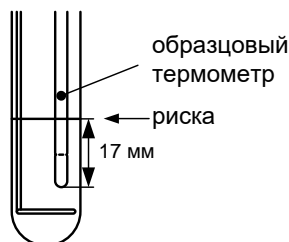

Рисунок 18 - Контроль глубины установки образцового термометра
- 2) установить в пробирку образцовый термометр таким образом, чтобы его чувствительная часть находилась в центре пробы; при использовании LTA-M рекомендуется погрузить кончик измерительного щупа на 17мм ниже риски(рисунок 18):